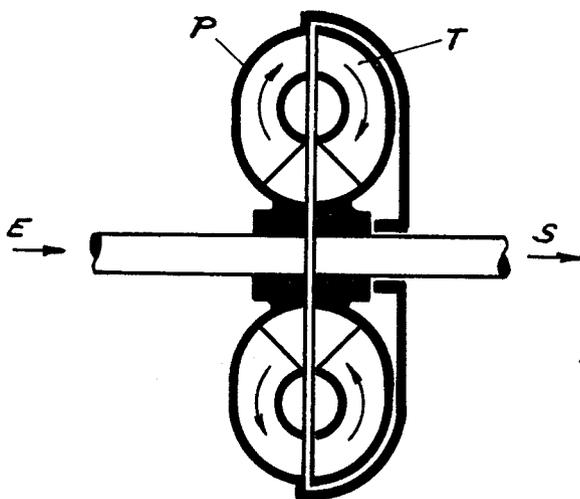

Fig. 14
b) Le coupleur hydraulique (fig. 14, page 62). Il ne